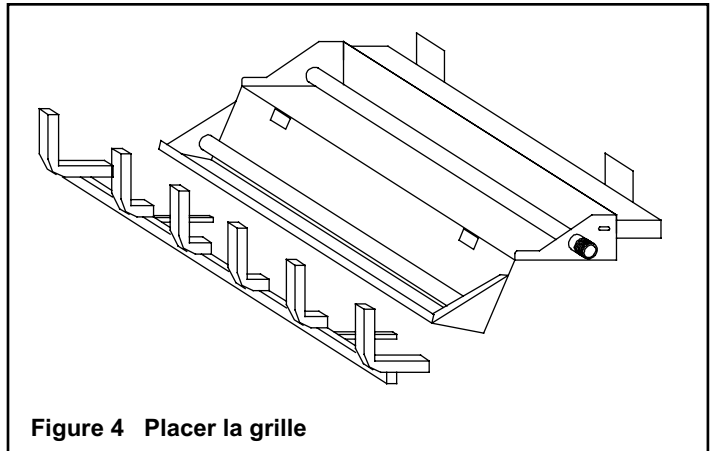

Figure 4 Placer la grille
- Installez la grille en plaçant les garnitures (fixées à la grille) dans les fentes fournies dans le plateau du brûleur. Glissez les garnitures dans les fentes (voir la figure 4) et poussez la grille aussi loin que possible en position verrouillée.
- Pour les installations de propane (PL) passez à "J. Pour l'installation de gaz propane".